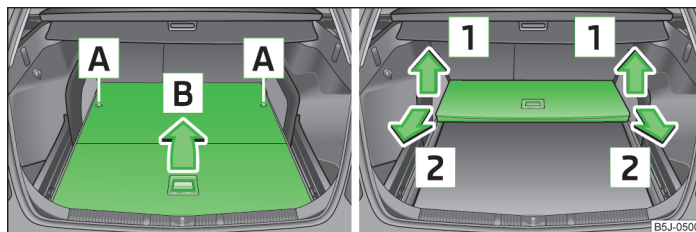

Fig. 52 Ripiegamento / estrazione del piano di carico variabile
- Ruotando il bullone di sicurezza [A] di circa 180° verso sinistra si sbloccherà il piano di carico variabile » fig. 52.
- Ribaltare verso l'alto il piano di carico variabile nella direzione indicata dalla freccia [1] » fig. 52 ed estrarlo nella direzione indicata dalla freccia [2] » fig. 52.